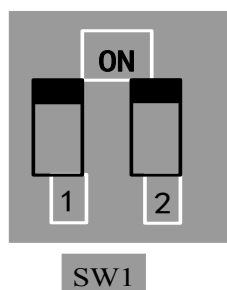

Figure 8-4
- v. Wie in **Abbildung 8-4** gezeigt, befindet sich neben dem Steuerklemmenblock ein roter zweistelliger Kodierungsschalter SW1. Dieser dient zur Auswahl des Spannungssignals (0 – 5 V/0 – 10 V) oder des Stromsignals der analogen Eingangsklemme AI2. Standardwert ist der aktuelle Kanal. Wählen Sie in der eigentlichen Anwendung mit F203 den analogen Eingangskanal. Schalten Sie, wie